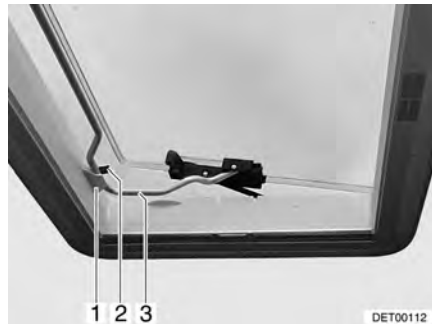

Fig. 65 Oblò Heki in posizione di ricircolo d'aria 2
- Inserire la staffa (Fig. 65,3) nel supporto (Fig. 65,1).
- Sistemare la leva (Fig. 65,2) sulla staffa.